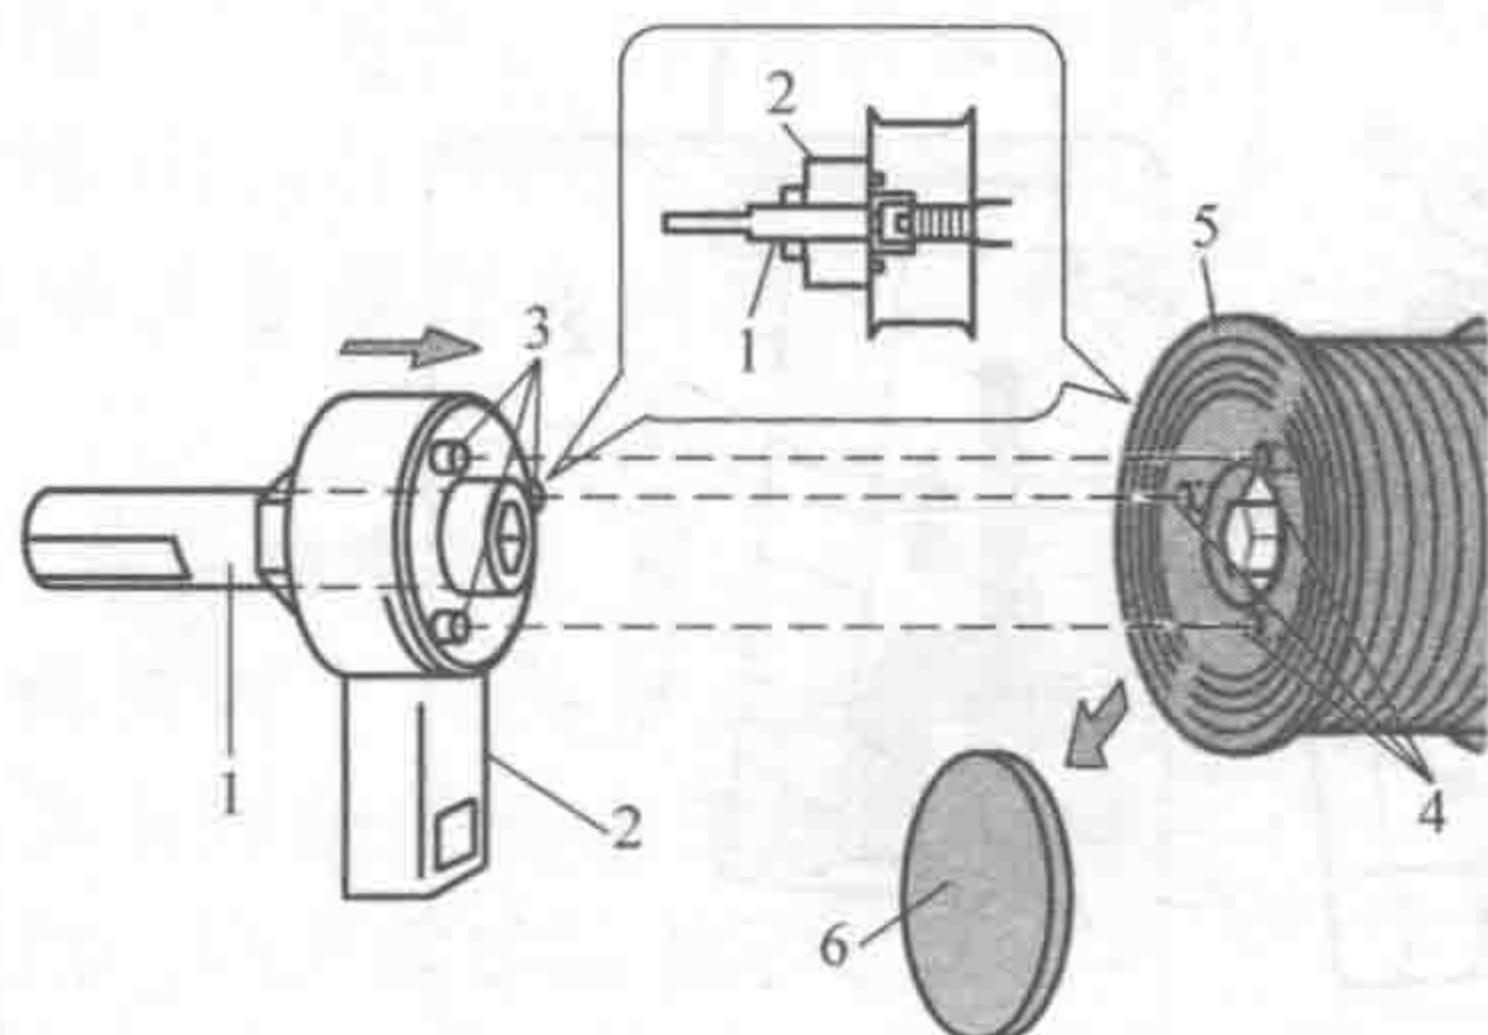

图 1-11 拆卸带有单向离合器的带轮时专用工具的使用
操作时，先拆掉发电机带轮的盖子，如图 1-11 所示，将 SST (A) 伸入轴内，使用 SST (B) 的 3 个小突起伸入发电机带轮的 3 个孔内。注意：带有单向离合器的带轮的这个盖子不可重复使用，所以安装时要安装一个新盖。